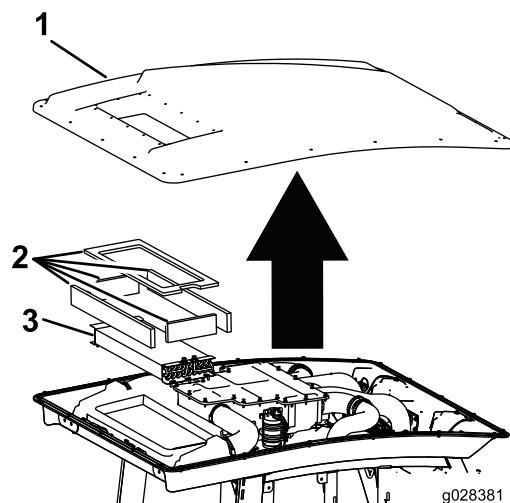

Figura 95
- Retire los 22 pernos que sujetan el techo de la cabina, y retire el techo (Figura 95).
- Retire los filtros de aire (Figura 95).
- Retire y limpie los serpentines del aire acondicionado (Figura 95).